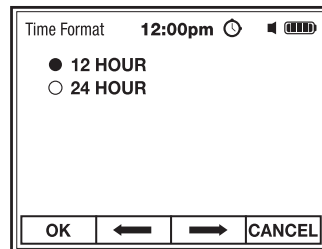

Fig. 28
2. Utilice los botones **F2** ⇐ y **F3** ⇒ para seleccionar un reloj de 12 horas o de 24 horas (Fig. 28).